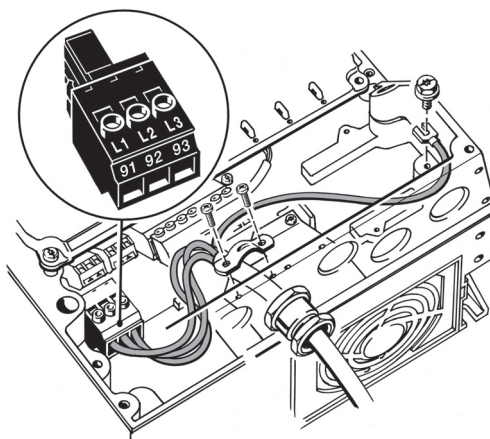

Fig. 12 Nettilslutning, A4 og A5
1. Tilslut jordlederen til klemme 95 (PE). Se fig. 12.